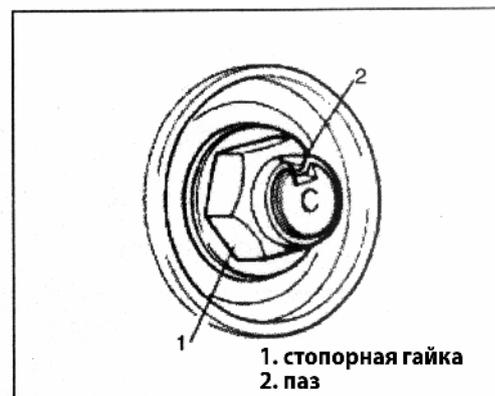

Рис. 668
- 5) Накерните стопорную гайку (Рис. 668).